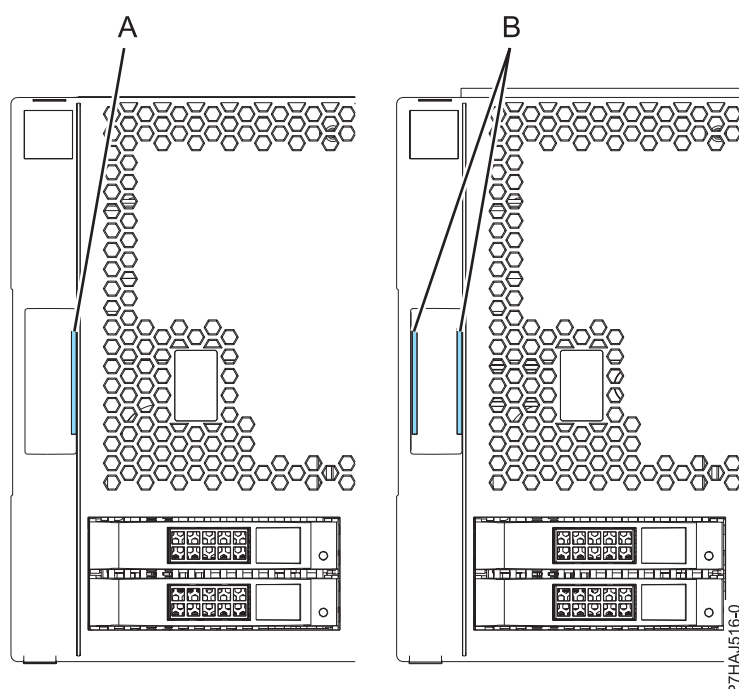

Figura 95. Identificació de cobertes anteriors i noves
Nota: Les cobertes anteriors lliurades abans de l'1 de març de 2011 es poden identificar per una ratlla blava (A) als pestells del conjunt de la coberta. Les cobertes noves lliurades a partir de l'1 de març de 2011 tenen dues ratlles blaves (B) als pestells del conjunt de la coberta. Consulteu Figura 95.